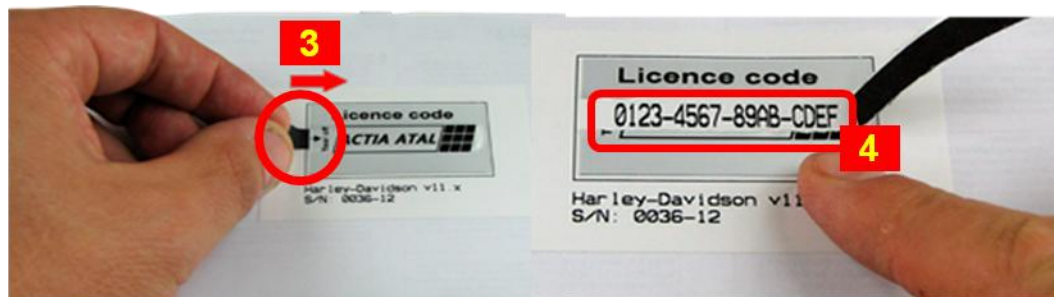

Fig. 9 – Número de licencia (Licence code)
Una vez leída la “**Advertencia importante**” (ver Nota 2, Fig. 8), quitados los sellos de seguridad (ver Nota 1, Fig. 8) y desplegado el papel, se verá la etiqueta con el “**Número de licencia**” protegida por la última capa de seguridad (ver Fig. 9). Tirar de la solapa siguiendo la flecha (ver Nota 3, Fig. 9), retirar la última capa de seguridad a fin de ver el “**Número licencia / Licence code**” (ver Nota 4, Fig. 9). El número debe ser introducido en el formulario de registro (ver cap. 4.3) en la casilla Nota 3, Fig. 10.
- 3 - Uno o varios códigos de licencia – ver cap. 4.2 (Nota 4, Fig. 9)